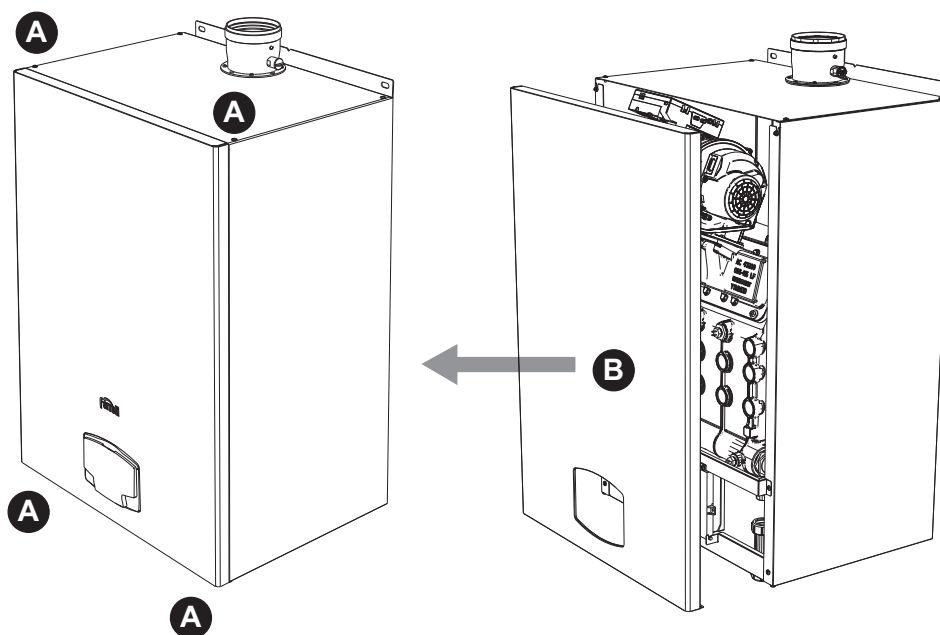

fig. 60- Deschiderea panoului frontal
1. Deșurubați șuruburile **A** (vezi fig. 60).